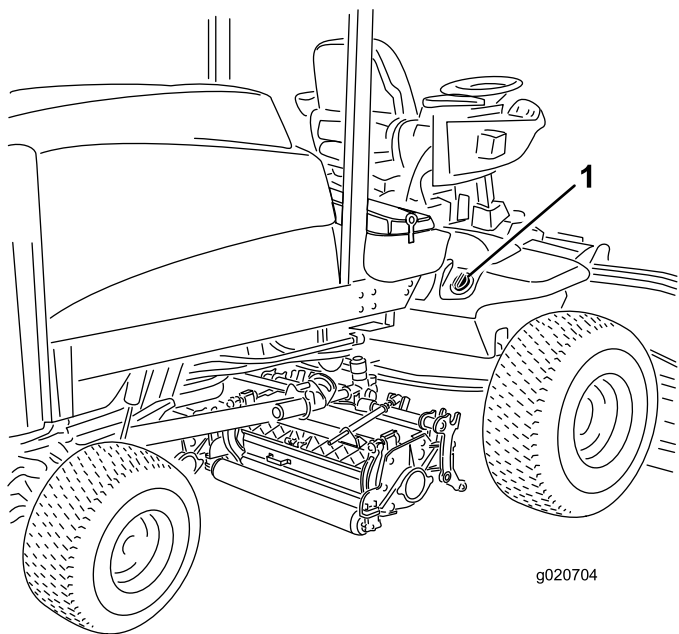

Figura 39
2. Limpie la zona alrededor del cuello de llenado y el tapón del depósito hidráulico (Figura 39).